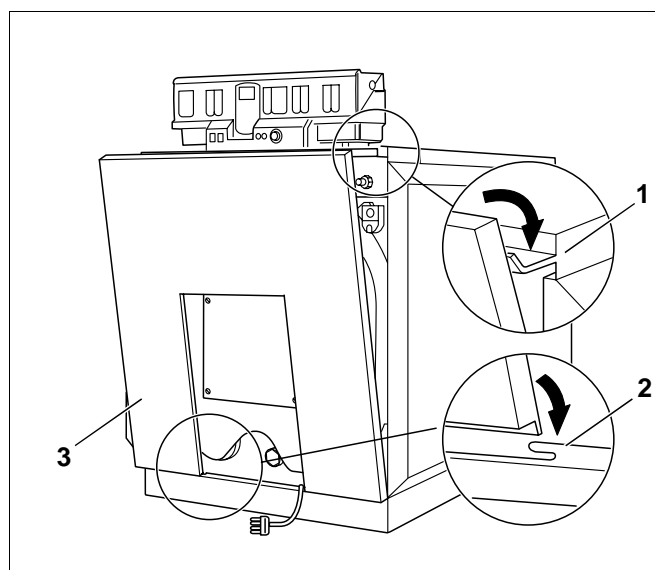

Fig. 41 Montering af forkappe
- Sæt den nederste del af forkappen (Fig. 41, **pos. 3**) ned i midten af sokkelblænden (Fig. 41, **pos. 2**).
- Sæt den øverste del af forkappen ind i den forreste topplades ombuk (Fig. 41, **pos. 1**).